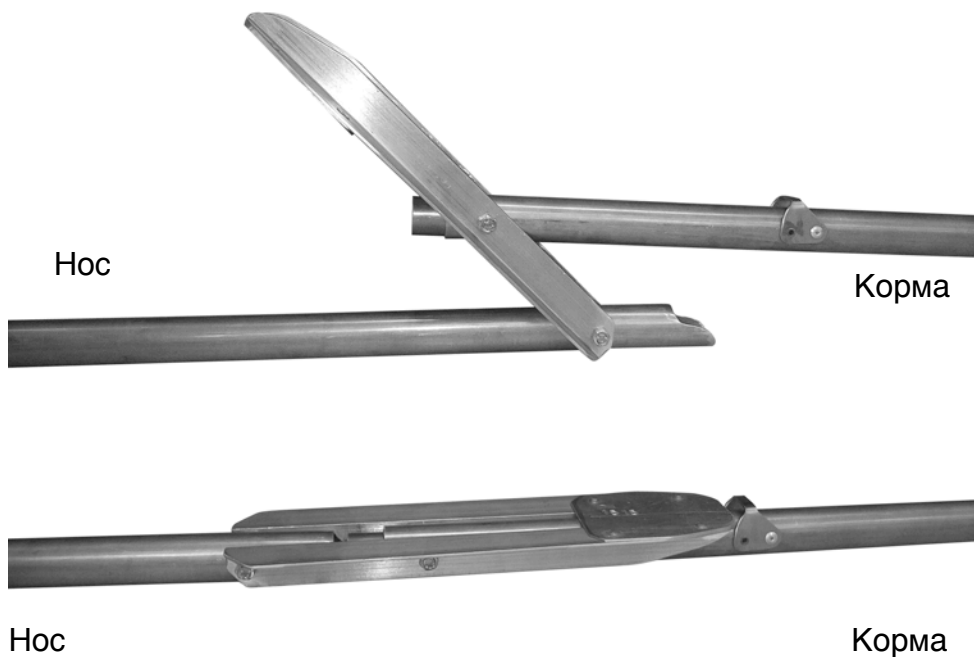

Рис.9. Установка кильсона.
15. Возьмите кильсон(5). Переведите его из транспортного положения в рабочее. Установите кильсон так, чтобы длинная часть кильсона была направлена к носу. Соедините кильсон с носовой и кормовой вставками и застегните замок кильсона, как показано на рис.9. Кильсон застегивается от носа к корме.